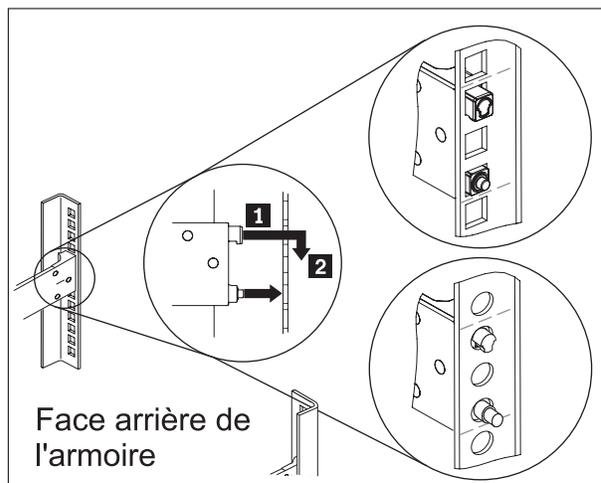

Figure 7. Installation de l'arrière des glissières
2. Installez l'arrière des glissières comme illustré par la figure 7 :